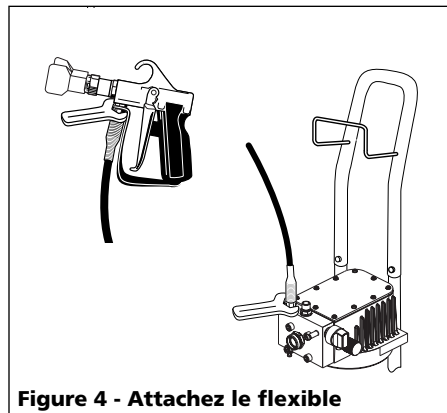

Figure 4 - Attachez le flexible
- Attachez le flexible haute pression à la pompe et au pistolet à peinture en utilisant une clé de 11/16 po (Voir la Figure 4). N'attachez pas l'assemblage d'aspiration en ce moment.